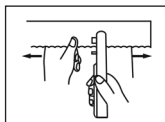

Figura 4
- 5] sostener la tela y controlar la dirección y la velocidad de la tela mientras la saca del aparato. Asegúrese de no sacar el material del aparato demasiado rápido. Si necesita puntadas más grandes, tire de la tela un poco hacia la izquierda mientras continúa la costura. Para obtener una puntada recta, siga la línea central de la placa de fijación de la tela. (Vea la Figura 4)